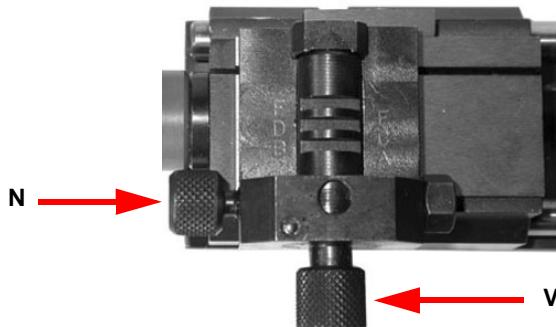

Figura 34: Adaptador para llaves TIBBE (FORD)
6. Siga con el duplicado de la llave poniendo la rueda (V) de los pasos en línea con los puntos “A-C-E”, y fijarlos a través del trinchete (N) (véase figura 34);